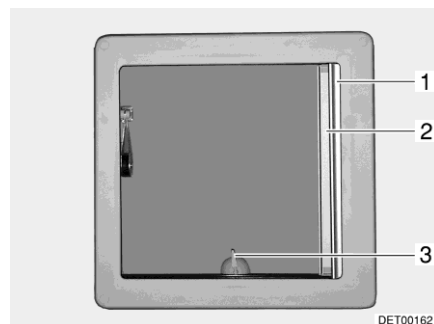
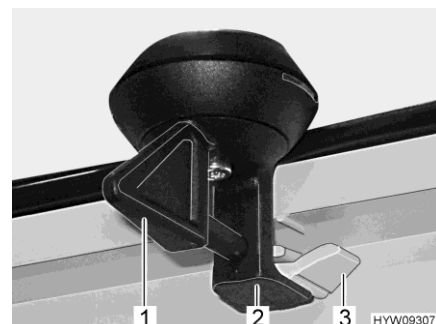

Fig. 69 Claraboya inclinable
Fig. 70 Bloqueo (claraboya inclinable)
- Girar la palanca (Fig. 69,3 ó Fig. 70,1) un cuarto de vuelta.
- Girar la palanca un cuarto de vuelta. El bloqueo (Fig. 70,2) tiene que deslizarse al interior de la pestaña inferior (Fig. 70,3).
- Extraer del estor plegable (Fig. 69,1) y soltarlo en la posición deseada. El estor plegable se queda fijo en esta posición.
- Tirar la mosquitera enrollable (Fig. 69,2) hasta que engatille en el bloqueo del lado contrario.